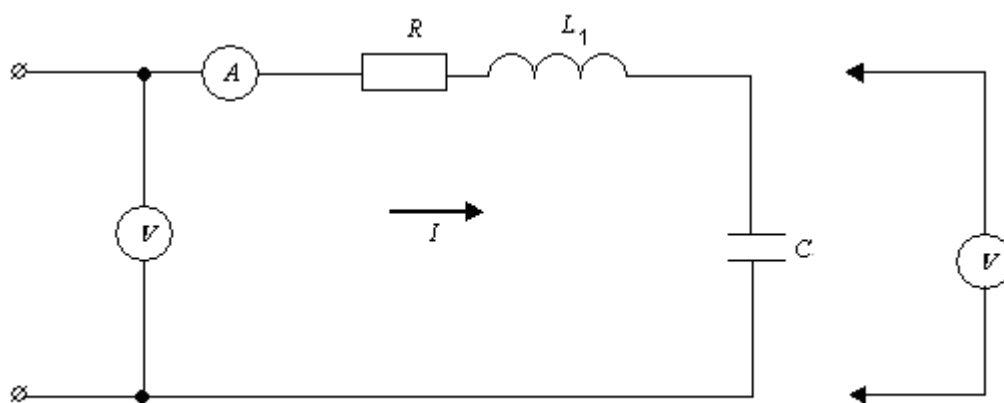

Рисунок 3.1
- 1) Записать закон Ома в комплексной форме и для действующих значений неразветвленной цепи R, L, C (рисунок 3.1).
- 2) Записать уравнение по второму закону Кирхгофа в комплексной форме и для действующих значений неразветвленной цепи R, L, C (рисунок 3.1).
3.2.1 Собрать цепь по схеме (рисунок 3.1.). Установить напряжение на входе в пределах от 5 до 15 В, частоту источника $f = 1 \text{ кГц}$. Активное сопротивление $R_1 = 50 \div 200 \text{ Ом}$; индуктивность катушки $L = 10 \div 30 \text{ мГн}$, емкость $C = 1 \div 3 \text{ мкФ}$. Измерить ток и напряжения на всех элементах, а также активное сопротивление катушки индуктивности R_K . Результаты измерений занести в таблицу 3.1.
3.3.1 По данным таблицы 3.1 построить векторную диаграмму тока и напряжений для схемы (рисунок 3.1). Проверить выполнение второго закона Кирхгофа.